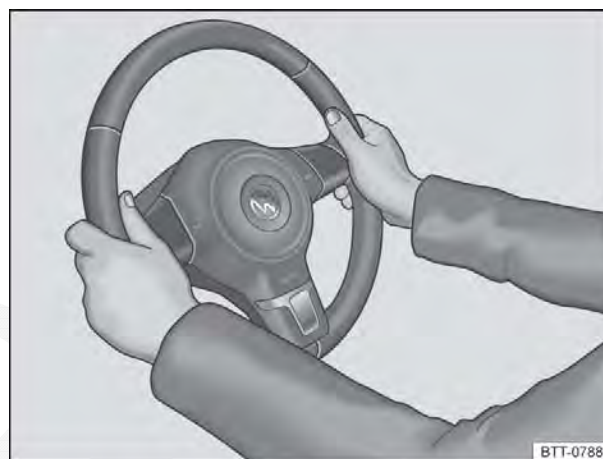

Fig. 48 No volante: posição 9 e 3 horas.
- Ajustar o volante de forma que possa ser segurado lateralmente com ambas as mãos e braços ligeiramente arqueados na borda externa na *posição das 9h e 3h* ⇒ Fig. 48.
- Durante a condução, sempre segurar o volante com ambas as mãos lateralmente na borda externa na *posição das 9h e 3h* ⇒ Fig. 48 para reduzir ferimentos causados pelo acionamento do airbag frontal do condutor.